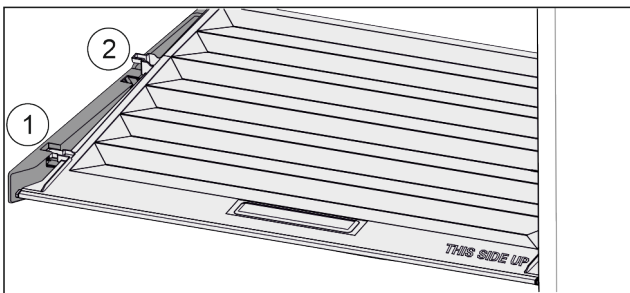

Fig. 147
- ▶ Потянуть крышку до отверстия в поддерживающих деталях вперед Fig. 147 (1).
- ▶ Поднять сзади снизу и извлечь Fig. 147 (2) движением вверх.